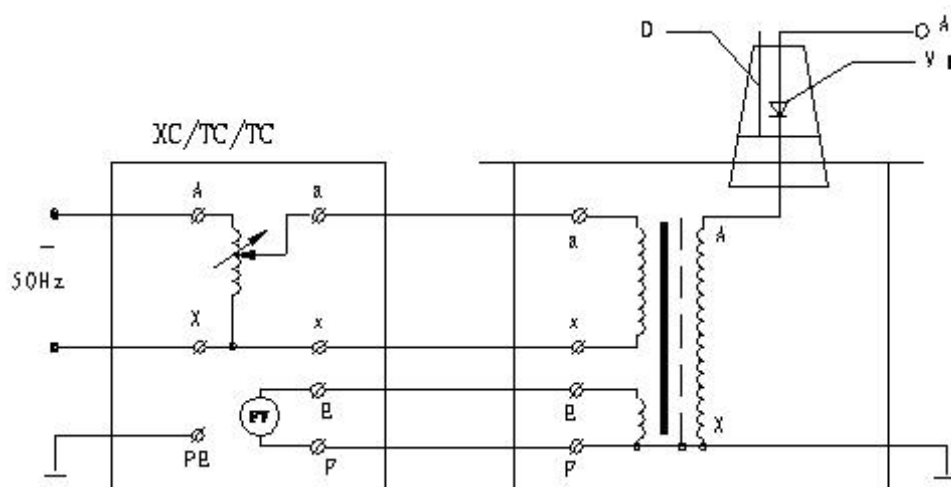

图 4: 单台 TDM (G) 交直流试验变压器原理图
2、单台 TDM (G) 试验变压器的工作原理图见图 4，图中高压套管中装有高压硅堆，串接在高压回路中作半波整流，以获得直流高电压。当用一短路杆将高压硅堆短接时，可获得工频高电压，作为交流输出状态；取消短路杆时，作为直流输出状态。